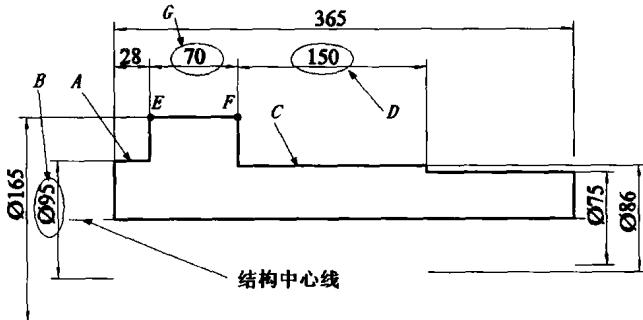

图2-1
【练习2-1】： 草绘阶梯轴半侧轮廓线，如图 2-1 所示。
3. 参照图 2-1 标注直径尺寸。
4. 参照图 2-1 标注线段尺寸。